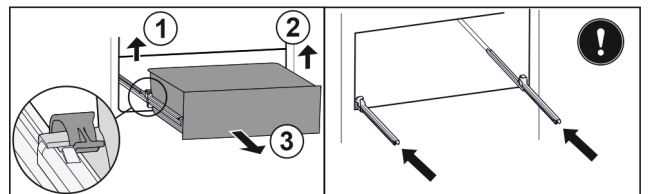

Fig. 97
- ▶ Nadvihnite ľavú svorku a súčasne ťahajte zásuvku vľavo dopredu. Fig. 97 (1)
- ▶ Nadvihnite pravú svorku a súčasne ťahajte zásuvku vpravo dopredu. Fig. 97 (2)
- ▶ Odoberte zásuvku dopredu. Fig. 97 (3)